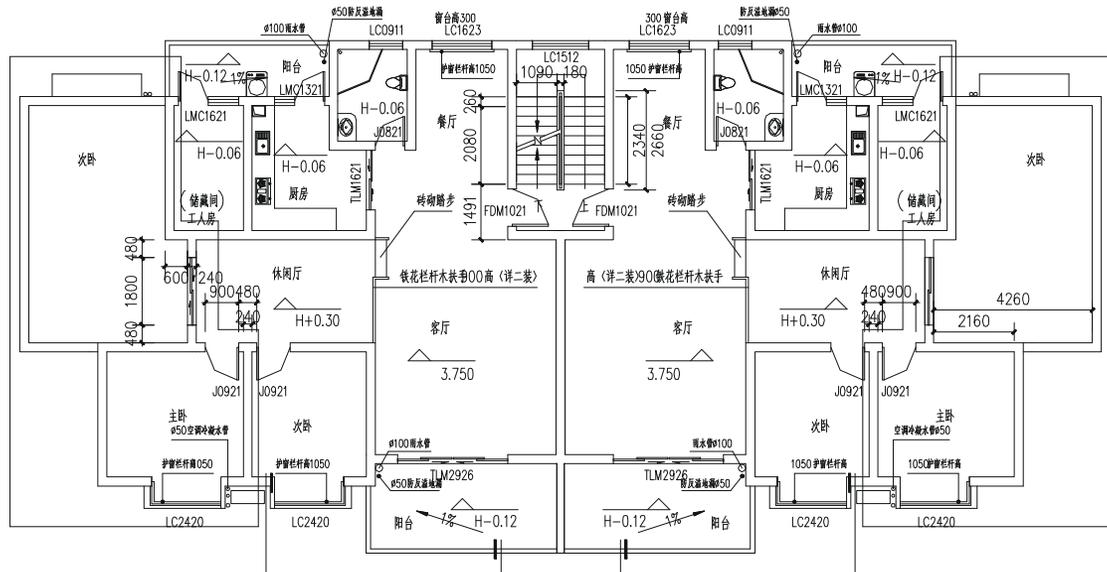

图 11-1-41
**STEP 05** 到了这一层，两个侧面的次卧和卫生间就没有了即这两个房间就成了第五层的平台屋顶，所以需要使用删除命令 ERASE 将其墙线删除将两房间合并为一个区域，这样附近的墙线也要作一些调整，如图 11-1-41 所示。